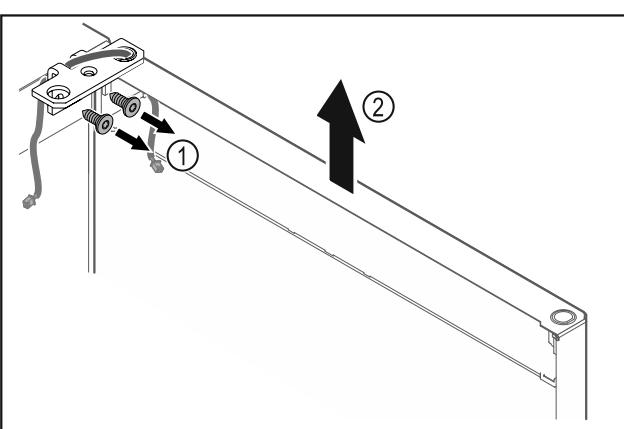

Fig. 15
- Відкрутити шарнірний кутик Fig. 15 (1).
- Дверцята з шарнірним кутиком Fig. 15 (2) приблизно на 200 мм прямо підняті вгору і зняти.